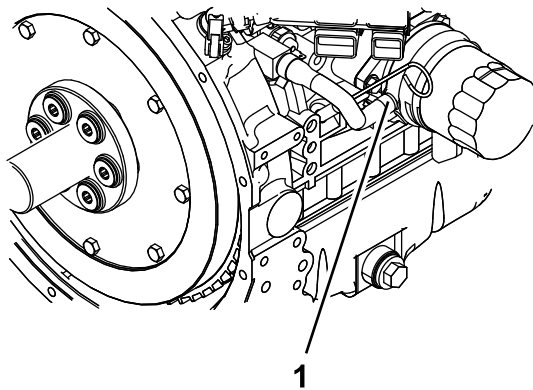

Рисунок 56
6. Отсоедините шланг охлаждающей жидкости от маслоохладителя и слейте охлаждающую жидкость из блока цилиндров (**Рисунок 56**).